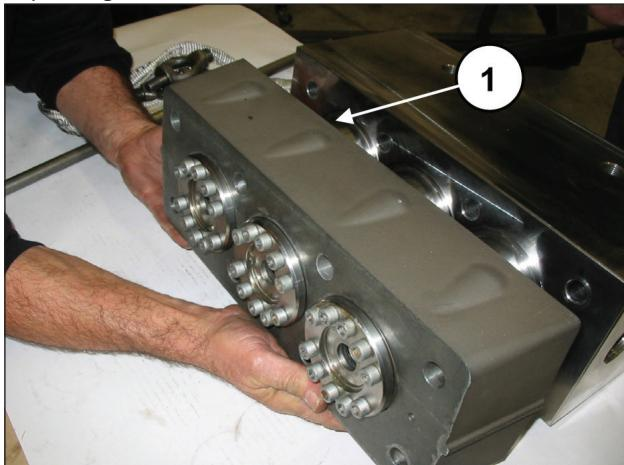

Fig. 100
Dégager l'entretoise des chemises des groupes chemises (rep. ①, Fig. 100).